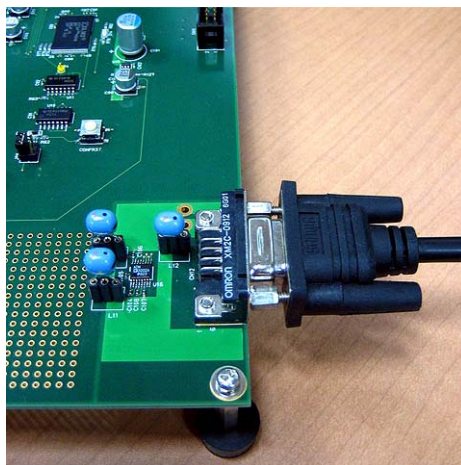

図 27 RS232C ケーブルで SASEBO-AES と PC を接続
- ⑧ SASEBO-AES を RS232C シリアルケーブルで外部の PC に接続することで、セットアップが終了する。(図 27)
- ① 使用している PC のシリアルポート番号を調べ、EXCEL ウィンドウ上のセル E2 の COM ポートの欄に記入する。図 27 の例におけるポート番号は 7 である。